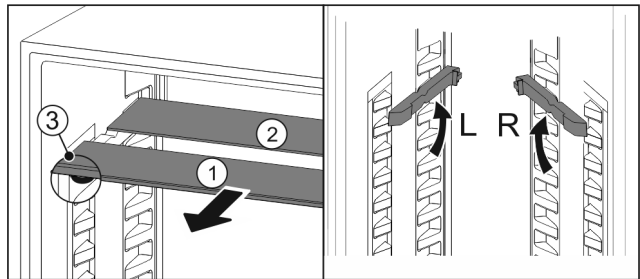

Fig. 30
- ▶ Glasplatten einzeln nach vorne herausziehen Fig. 30 (1).
- ▷ Glasplatte Fig. 30 (1) mit Zierleiste liegt vorne.
- ▷ Stopps Fig. 30 (3) zeigen nach unten.